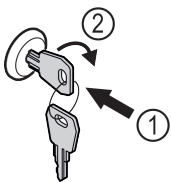

Fig. 57
- ▶ Klíč zasuňte dovnitř Fig. 57 (1).
- ▶ Otáčejte klíčem o 90° ve směru hodinových ručiček Fig. 57 (2).